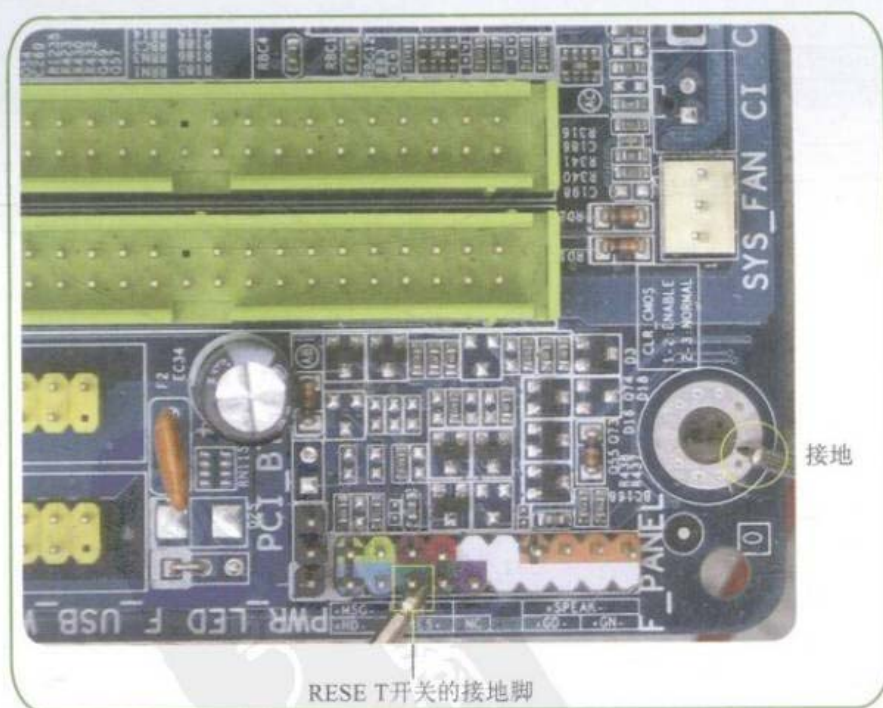

图10-6 测量复位开关的接地针脚
**Step 01** 将万用表调到“蜂鸣”挡，将万用表的一个表笔接地，另一个表笔连接复位开关的接地脚，如图10-6所示。